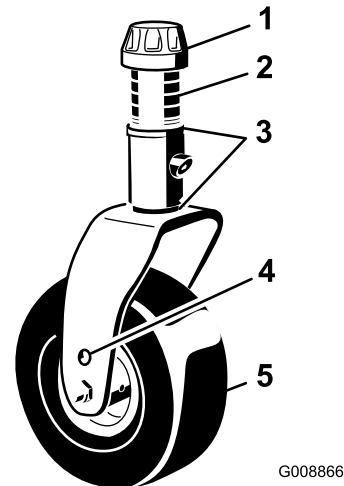
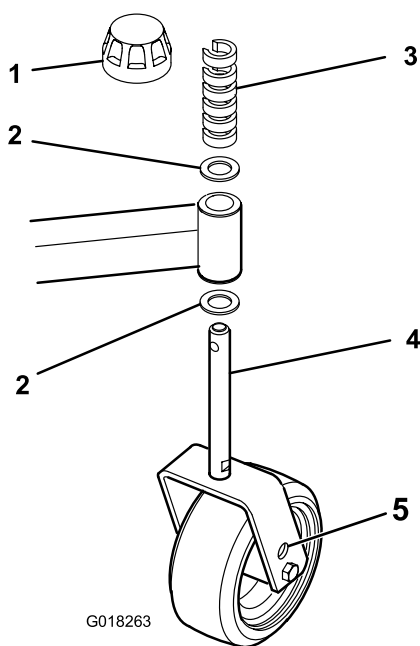

Figura 7
Figura 9
2. Coloque los ejes de las ruedas giratorias en el mismo taladro en todas las horquillas. Consulte Figura 7, Figura 8 y Figura 9 para saber cuáles son los taladros adecuados para esta configuración.
1. Retire el casquillo tensor del eje (Figura 7) y deslice el eje fuera del brazo de la rueda giratoria. Coloque los 2 suplementos (1/8 pulgada) en el eje de la misma forma que en la instalación original. Estos suplementos son necesarios para obtener el mismo nivel en toda la anchura de las unidades de corte. Coloque el número adecuado de espaciadores de 13 mm (consulte la tabla siguiente) en el eje para conseguir la altura de corte deseada, luego coloque la arandela en el eje.
1. Retire el casquillo tensor del eje de la rueda (Figura 9).